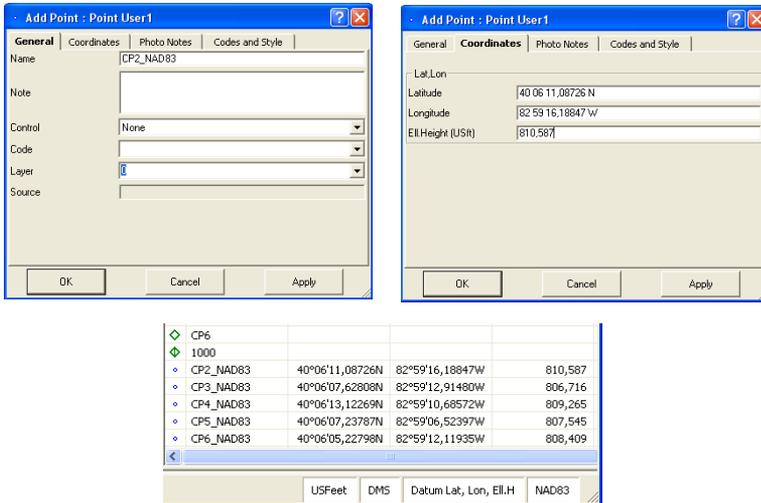

Abbildung B-8. Neuer Punkt: Register „Allgemein“ und „Koordinaten“
- Geben Sie *Namen* (mit der Erweiterung „_NAD83“) und *Koordinaten* für alle fünf Punkte im NAD83-System ein (Abbildung B-8). Klicken Sie auf **OK**.